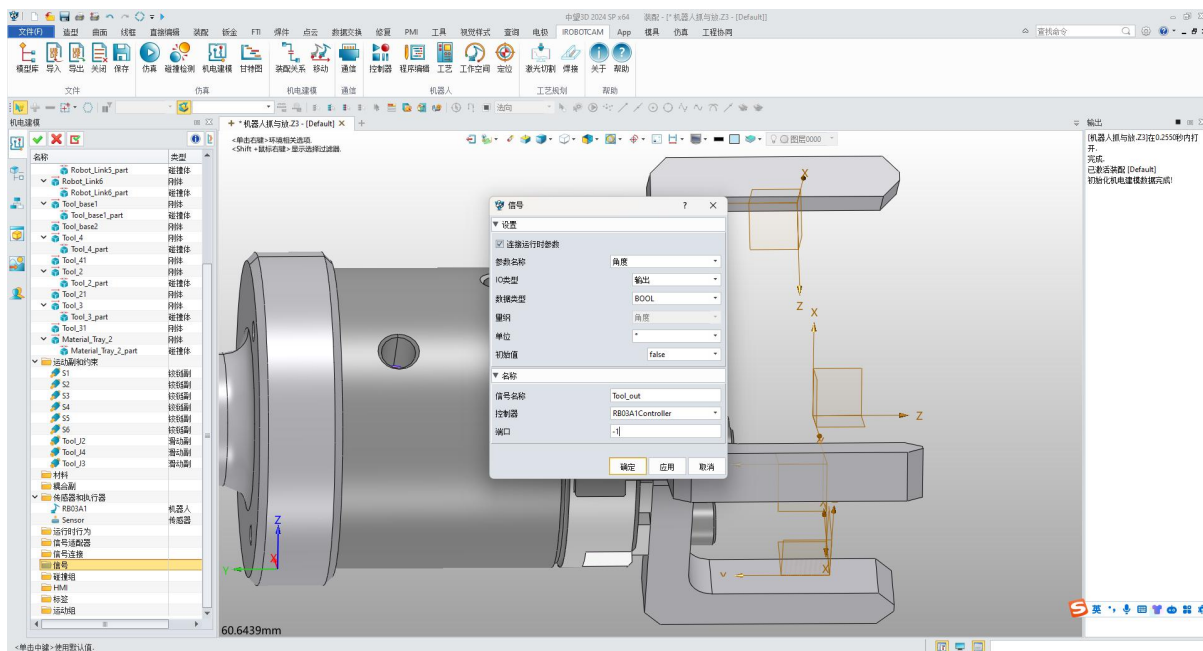

图 10-4：添加输出信号
- 验证高亮显示：添加三个关节后，单击每个关节以验证爪子对应的部分是否高亮显示正确。（图 10-4）